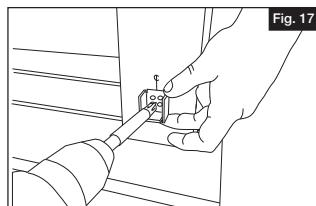

Fig. 17
- Trace una marca de intersección que representa la línea central deseada de su panel de barandal instalado. Coloque el soporte en su lugar, centrándolo en la superficie de montaje con la ayuda de la línea previamente trazada. Se fija utilizando 2 sujetadores adecuados para el material en el que se instala el soporte (Fig. 17).